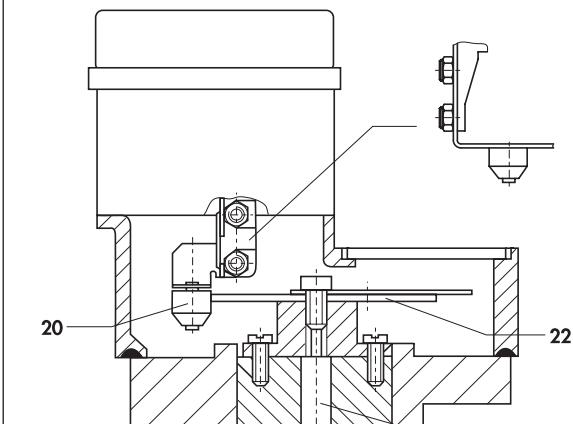

Рис. 7 · передача поворотного движения на позиционер
У подъёмных клапанов ход и, тем самым, положение клапана, передаётся посредством штифта (1.1) на считывающий рычаг (1) и определяет усилие измерительной/калиброванной пружины (4). – При монтаже на поворотных арматурах на переднем конце рычага (1) прикрепляется считывающий ролик (20) (рис. 7). Поворот приводного вала (21) поворотного привода преобразуется посредством дискового кулака (22) и считывающего ролика (20) в движение подъёма, необходимое для пневматической системы управления позиционеров.